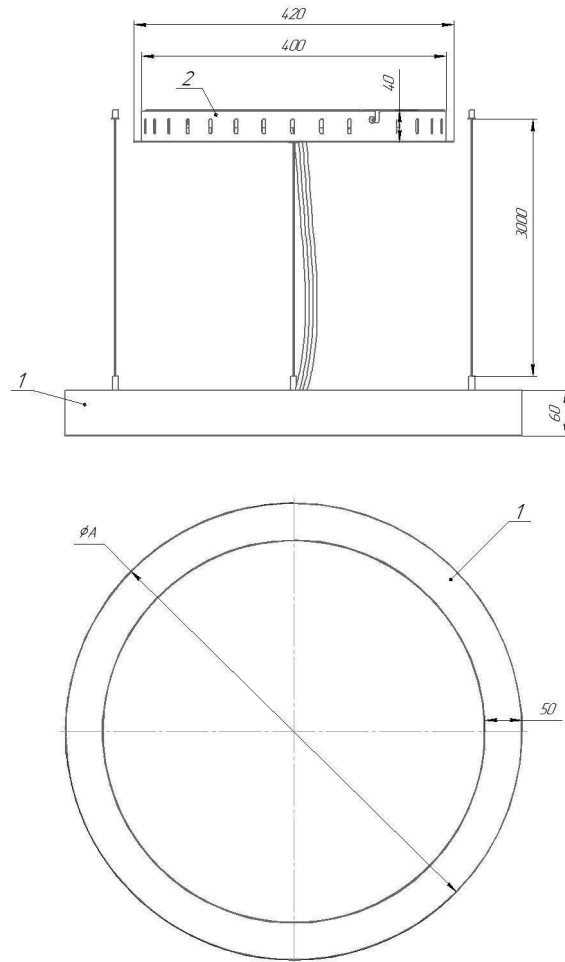

Рисунок 1 - Светильники серии ДСО33 Horizon Ring
5.17 Снимите защитную пленку с корпуса поз.1 (рисунок 1).